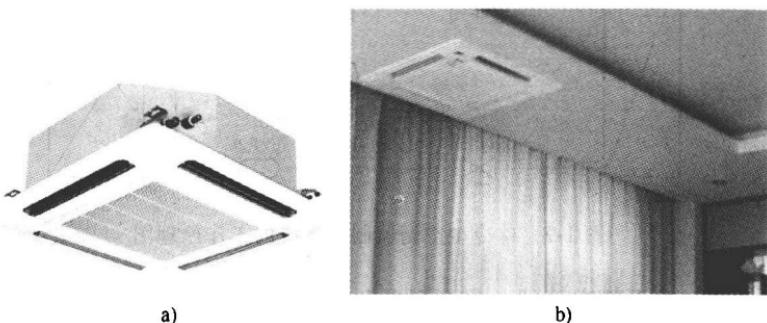

图 1-8 嵌入式空调器
4) 嵌入式空调器。如图 1-8 所示, 嵌入式空调器的室内机组安装在房间顶部的顶棚吊顶内。